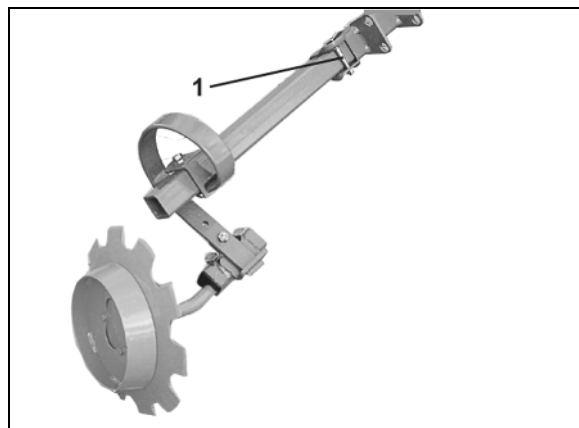

Fig. 91
3. Keilschraube (Fig. 91/1) lösen.